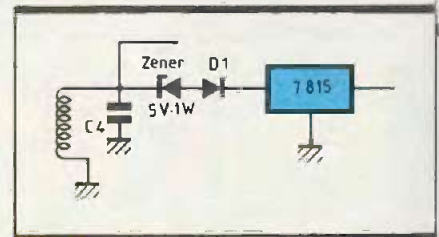

Fig. 7 Alimentation.
- insérer une diode zéner d'environ 5 V/11 V en série avec la diode D₁, ce qui limitera la tension crête à une valeur acceptable (voir fig. 7).